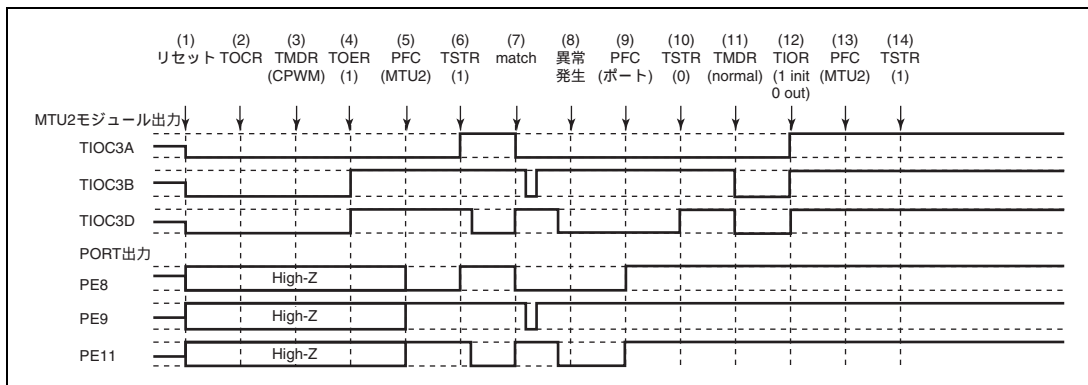

図 11.135 相補 PWM モードで異常が発生し、ノーマルモードで復帰する場合
相補 PWM モードで異常が発生し、再設定後ノーマルモードで再スタートする場合の説明図を図 11.135 に示します。
(1) ~ (10) は図 11.135 と共通です。
(11) PWM モード 1 を設定してください (本モジュール出力はローレベルとなります)。
(12) TIOR で端子を初期化してください (PWM モード 1 では TIOC*B 側は初期化されません)。
(13) 汎用入出力ポートで本モジュール出力としてください。
(14) TSTR で再スタートします。
(23) 相補 PWM モードで動作中に異常が発生し、相補 PWM モードで再スタートする場合の動作
- (1) ~ (10) は図 11.135 と共通です。
- (11) 汎用入出力ポートで本モジュール出力としてください。
- (12) TSTR で再スタートします。
- (13) コンペアマッチの発生により相補 PWM 波形を出力します。
(24) 相補 PWM モードで動作中に異常が発生し、相補 PWM モードで新たに再スタートする場合の動作
- (11) ノーマルモードを設定し新しい設定値を設定してください (本モジュール出力はローレベルとなります)。
- (12) TOER でチャンネル 3、4 の出力を禁止してください。
- (13) TOCR で相補 PWM モードの出力レベルと周期出力の許可禁止を選択してください。
- (14) 相補 PWM を設定します。
- (15) TOER でチャンネル 3、4 の出力を許可してください。
- (16) 汎用入出力ポートで本モジュール出力としてください。
- (17) TSTR で再スタートします。
(25) 相補 PWM モードで動作中に異常が発生し、リセット同期 PWM モードで再スタートする場合の動作
- (11) ノーマルモードを設定してください (本モジュール出力はローレベルとなります)。
- (13) TOCR でリセット同期 PWM モードの出力レベルと周期出力の許可禁止を選択してください。
- (14) リセット同期 PWM を設定します。
(26) リセット同期 PWM モードで動作中に異常が発生し、ノーマルモードで再スタートする場合の動作